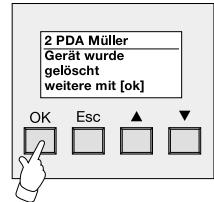

Bild 10:
7. Wenn das Endgerät erfolgreich gelöscht wurde (vgl. Bild 10), kann durch Betätigung der Taste "OK" zurück ins BT-Gerätemenü gesprungen werden. Der Löschvorgang ist abgeschlossen. Im BT-Gerätemenü können weitere Löschvorgänge gestartet werden.
Der Anwender wird aufgefordert, die alte PIN einzugeben (vgl. Bild 10).